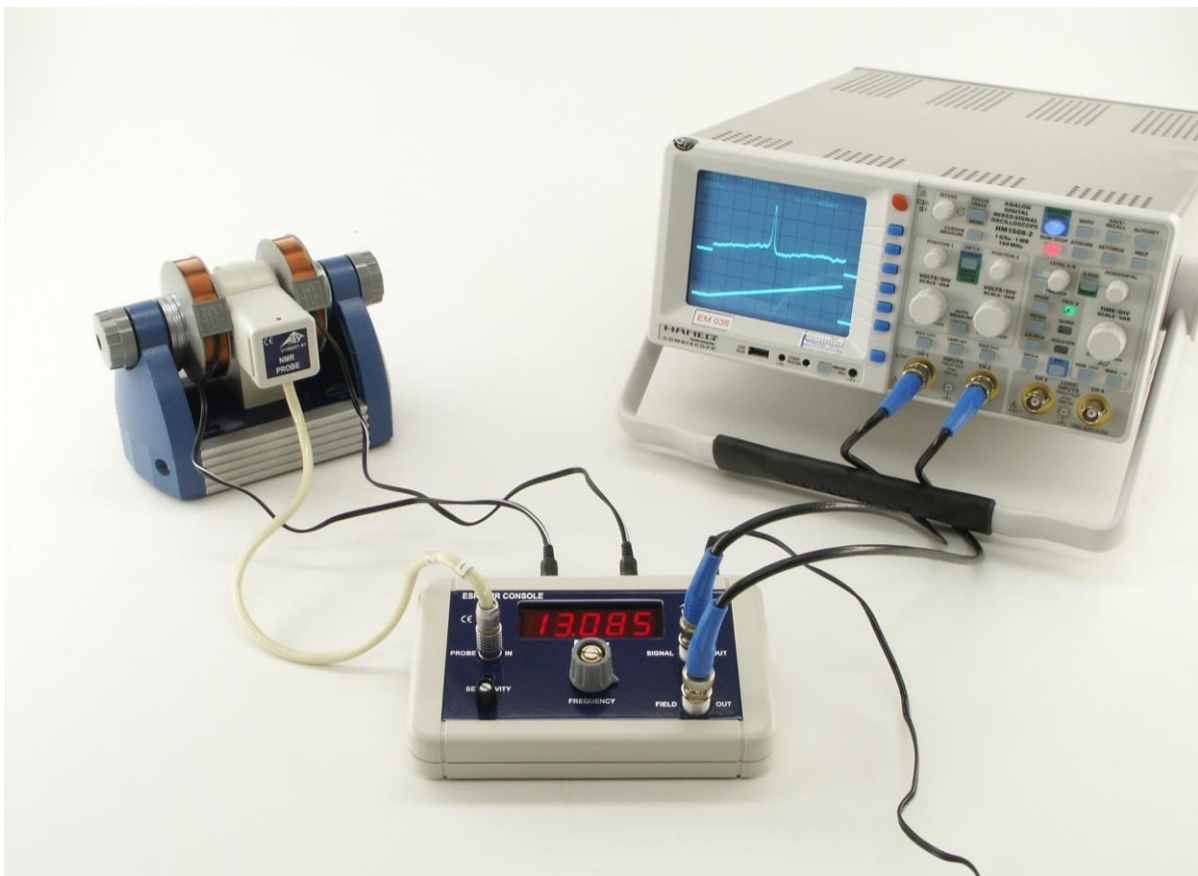

Fig. 12 Struttura sperimentale NMR con un oscilloscopio
- Collegare l'uscita "SIGNAL OUT" del pannello di comando al canale 1 dell'oscilloscopio e l'uscita "FIELD OUT" al canale 2 (vedere fig. 12).